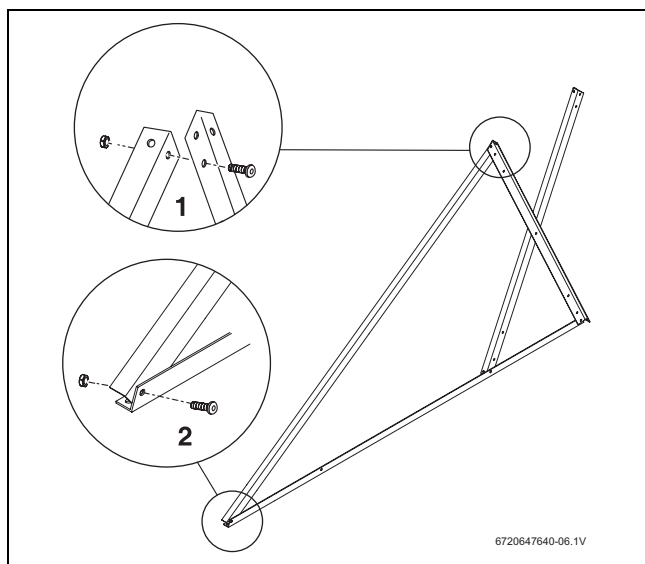

Fig. 18 Monter le rail de support-capteur
- ▶ Visser les rails de support-capteur en haut au rail de support-ballon (→ fig. 18, [1]) et en bas au niveau de l'appui [2].